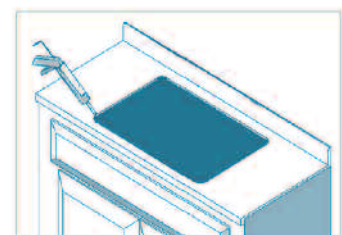

Figure 3. Apply silicone caulk around the opening.
7. Aplique silicón alrededor del corte de la cubierta. (Ver Fig. 3). Suavemente coloque la tarja dentro de la cubierta y limpie cualquier exceso de silicón. Conecte la tubería al drenaje. Conecte la alimentación del agua a la llave mezcladora. Dejar que el silicón seque de acuerdo con las instrucciones del fabricante.